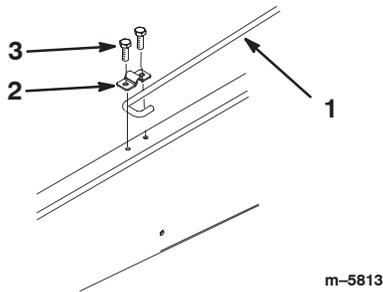

Bild 12
6. Lösen Sie die Schraube, mit der der Ständerclip am Rahmen befestigt ist, bis Sie das J-förmige Hakenende des Ständers unter den Clip schieben können (Bild 12).
7. Ziehen Sie die Schraube an und befestigen Sie die andere Seite des Clips mit einer neuen Schraube (5/16 x 3/4 Zoll) (Bild 12).